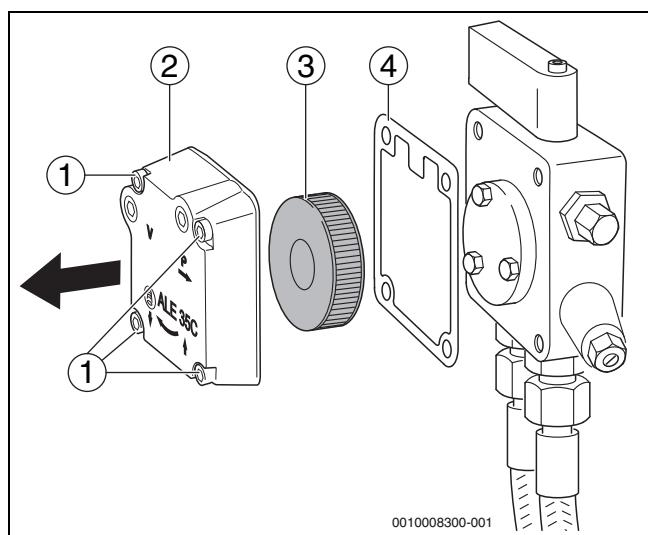

Fig. 31 Controllo del filtro della pompa – pompa del gasolio Suntec
- ▶ Allentare le quattro viti ad esagono cavo (→fig. 31, [1]).
- ▶ Estrarre il coperchio del corpo (→fig. 31, [2]).
- ▶ Estrarre il filtro della pompa del gasolio (→fig. 31, [3]).
- ▶ Controllare eventuale usura o danneggiamento della guarnizione (→fig. 31, [4]) ed eventualmente sostituirla.
- ▶ Pulire il filtro della pompa gasolio (→fig. 31, [3]) con benzina da lavaggio, eventualmente sostituirlo e rimontarlo nella pompa del gasolio.